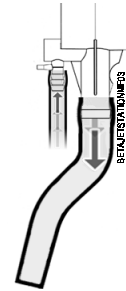

図 3. チューブ接続
6. 図 3 のように、放出チューブを(発泡抑制チューブの上を通り) 大きなかえしまで配管し、タイラップでかえしに固定します。
7. 図 3 のように、薬剤取り上げチューブを小さなかえしに接続します。